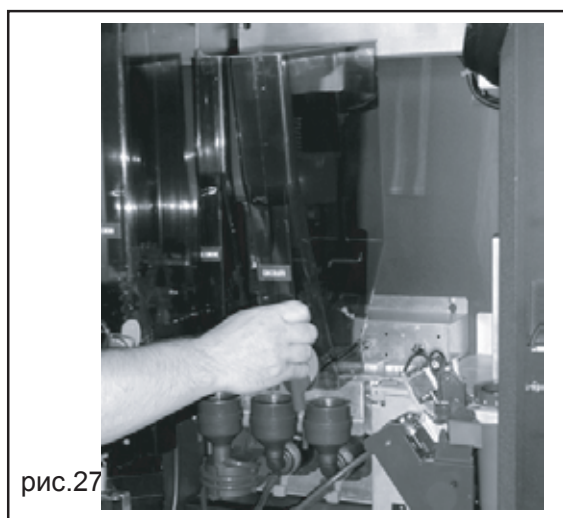

рис.27
- выньте все продуктовые контейнеры из автомата (рис. 27).